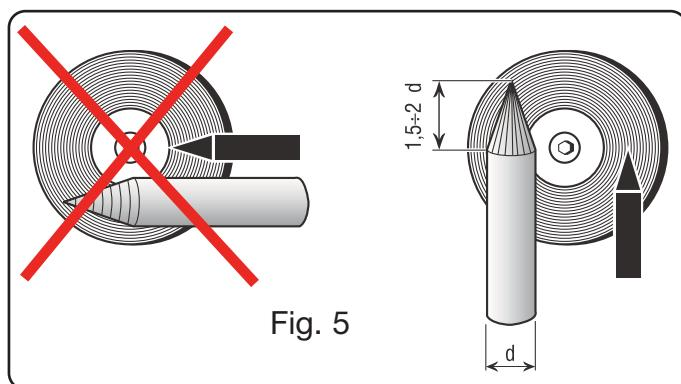

Fig. 5
- Puds enden af elektroden af tungsten således, at den får en konisk form i en længde svarende til 1,5-2 gange elektrodediameteren (fig. 5).